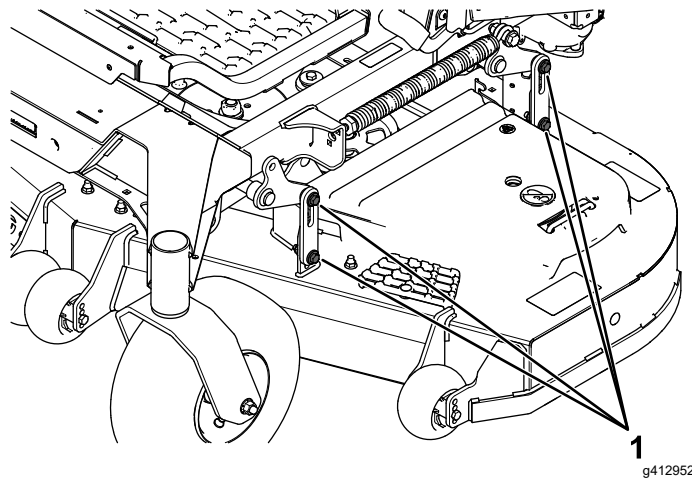

Figura 110
16. Afloje las contratueras (Figura 110) en las 4 esquinas y asegúrese de que la carcasa de corte queda bien asentada sobre los 4 bloques.